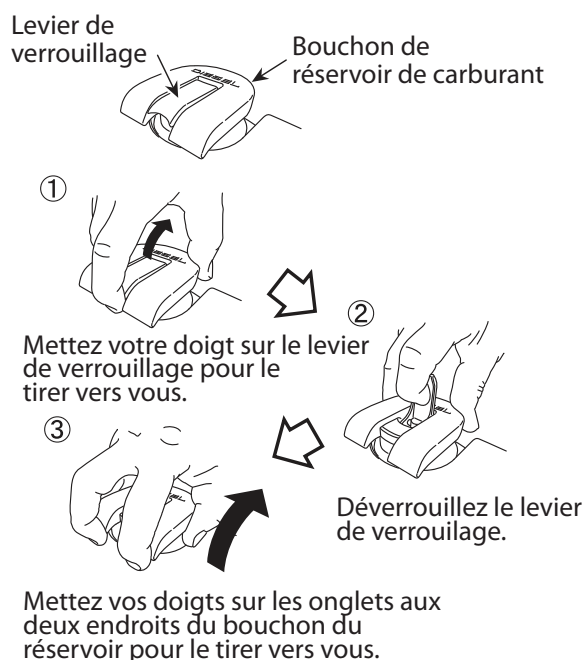

Figure 5. Déverrouillage du levier du couvercle carburant
1. Le bouchon du réservoir de carburant est équipé d'un levier de verrouillage. Déverrouillez le levier avant d'ouvrir le capuchon (Figure 5).